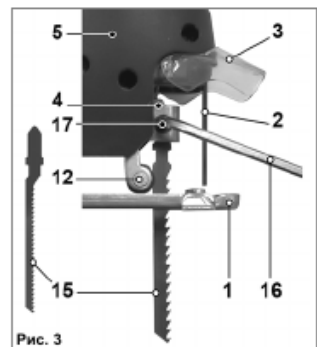

Рис. 3.
7.1. Установка пильного полотна в держатель (Рис.3).